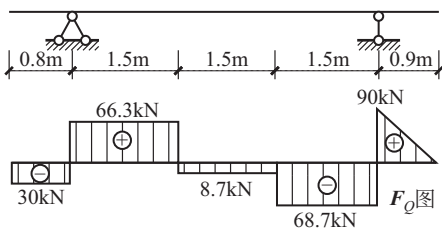

图 5-38 习题 6 图
6. 已知外伸梁的剪力图如图 5-38 所示,画荷载图和弯矩图(梁上无集中力偶)。